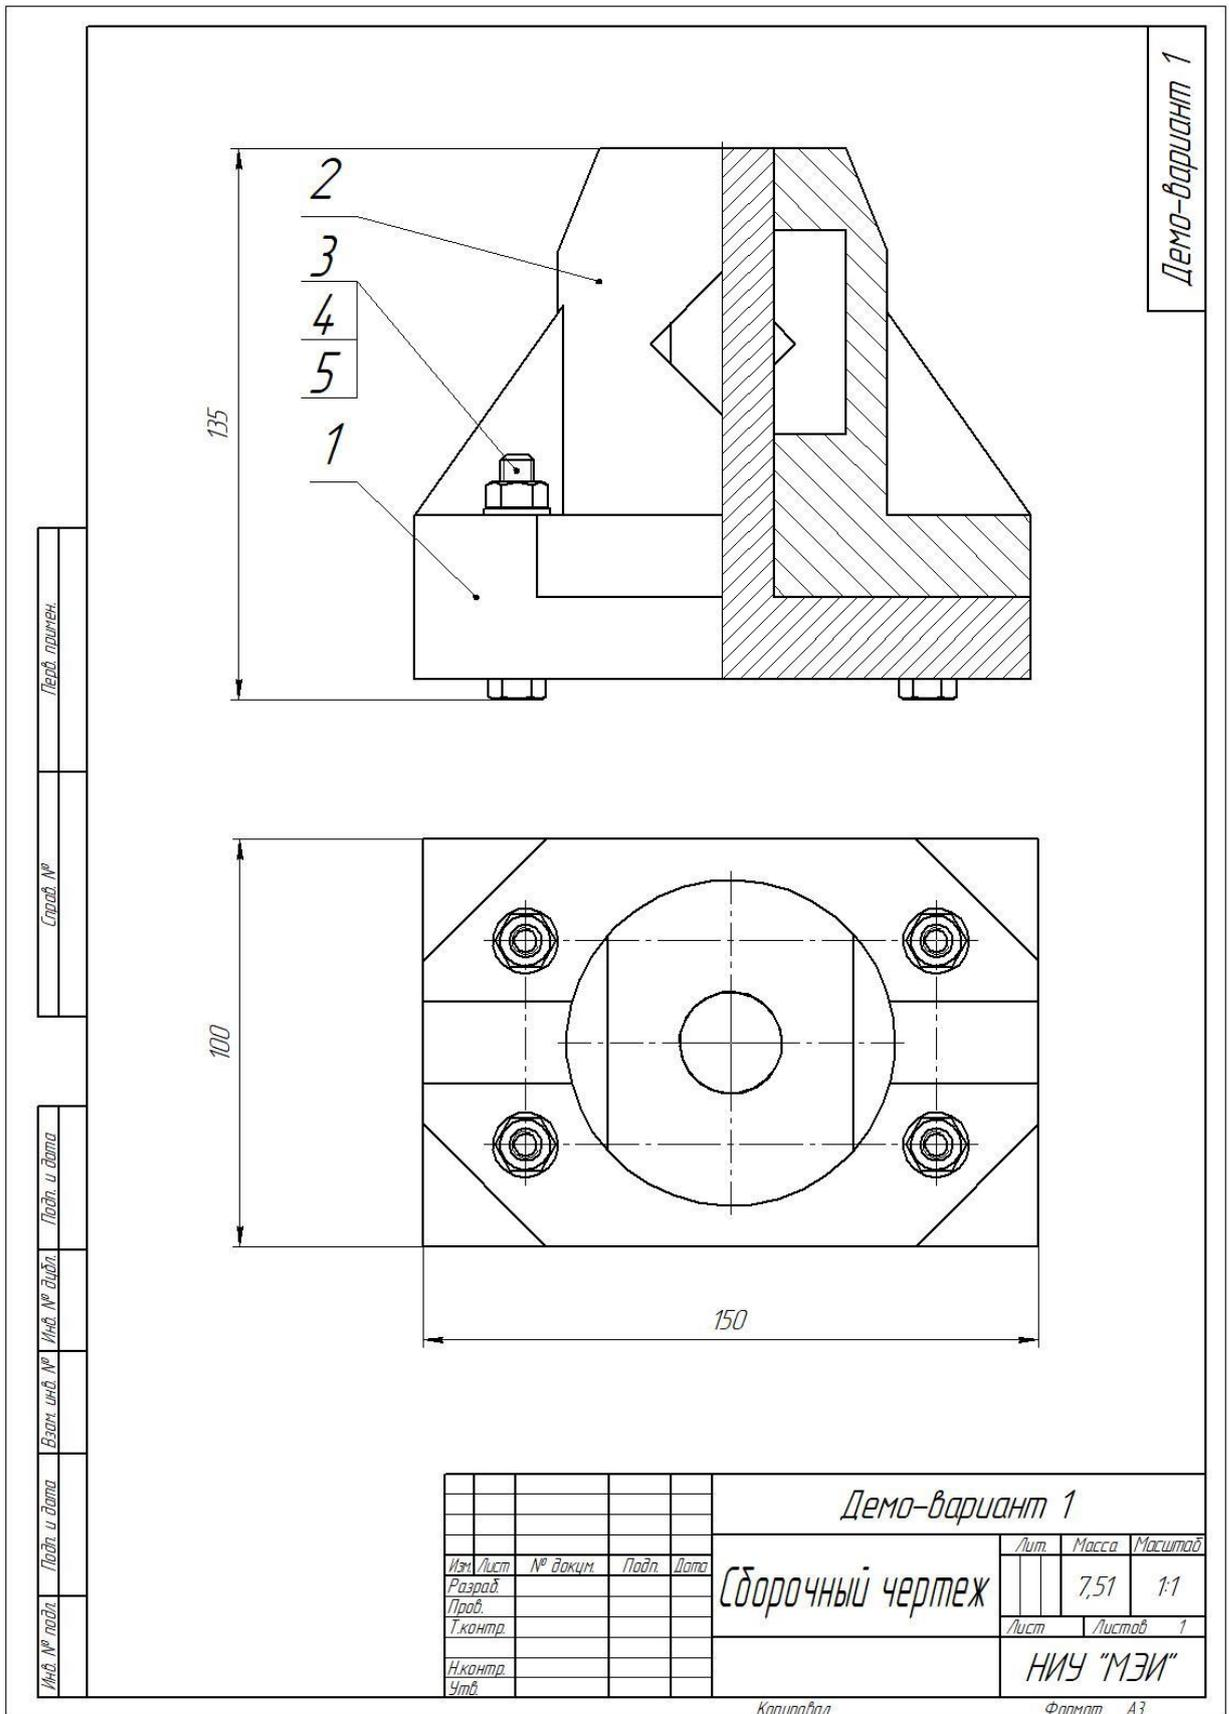

Рис. 3. Сборочный чертёж
3. Создайте трёхмерную сборку по чертежу (рис. 3) и спецификации (рис. 4). Все требуемые для сборки детали, кроме *корпуса*, готовы и предоставляются участнику в формате *.step.